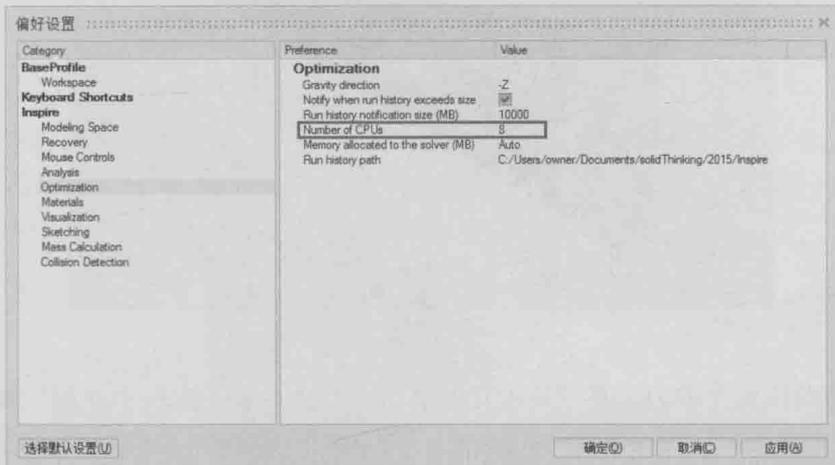

图 1-6
4) 修改设置: 选择 Optimization→Number of CPUs 选项, 可以提高计算速度, 如图 1-6 所示。